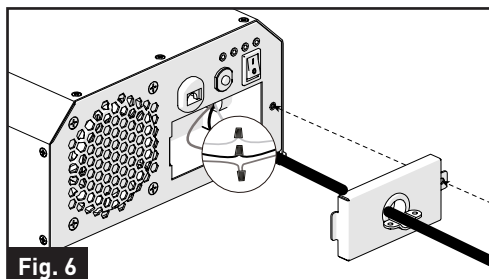

Fig. 6
- Enveloppez les fils et placez-les dans le compartiment. Remplacez le couvercle sur l'onduleur et fixez-le avec la vis fournie. (Fig. 6)